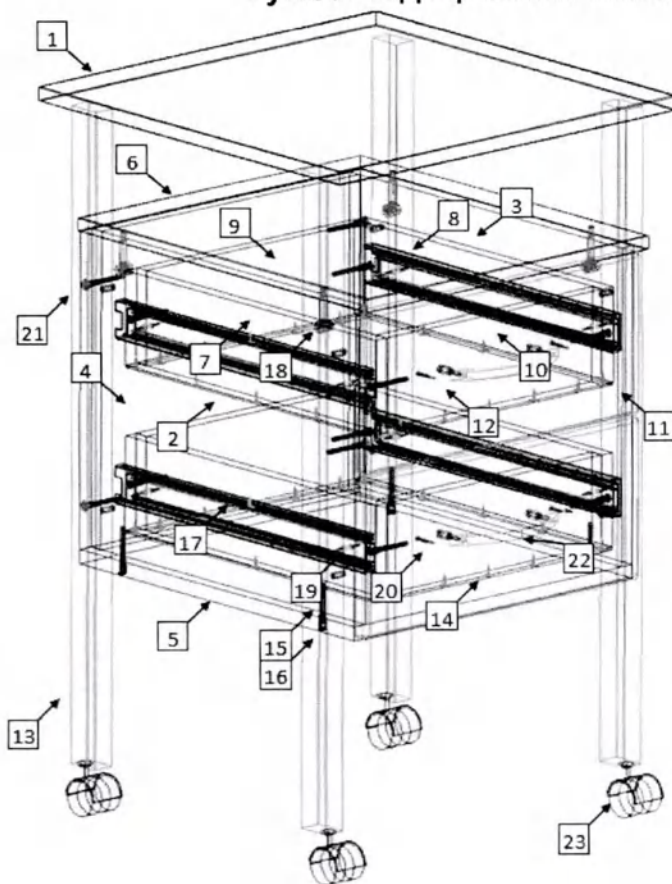

Рис.1
1. Внимательно ознакомьтесь со схемой сборки, изображённой на рис.1, сверяясь со спецификацией на изделие. Согласно схеме и спецификации определите расположение деталей в изделии и порядок их сборки. Сборка производится на ровном полу, укрытом материалом, предотвращающим повреждение покрытия пола и деталей мебели. Подготовьте необходимые для сборки инструменты – плоскую и крестовую отвёртки, молоток, рулетку или линейку, шуруповёрт.
2. На боковых стенках тумбы (1,2) установите цилиндрические части эксцентриковых стяжек (17) в предназначенные для них отверстия; установите полкодержатели (15); установите ответные планки петель (12). На крышке (4) установите штоки эксцентриковых стяжек (17).
3. Евровинтами (10), как показано на рис. 1, соедините боковые стенки (1,2) с горизонтальной нижней стенкой (3). В пазы установите задние стенки (6). В стык задних стенок установите соединительный профиль (9). Установите крышку. Затяжка соединения производится путём поворота эксцентриков до упора в направлении стрелки, выштампованной на корпусе стяжки. На видимые головки эксцентриков установите заглушки (11). Зафиксируйте задние стенки в пазах уголками (18). На горизонтальной нижней стенке (3) шурупами 4×16 (19) закрепите опоры (13).
4. На дверях (7,8) шурупами 4×16 (19) закрепите петли (14); установите ручки (16). Двери закрепите к боковым стенкам тумбы. При необходимости отрегулируйте положение дверей винтами петель. Установите полки (5) на полкодержатели